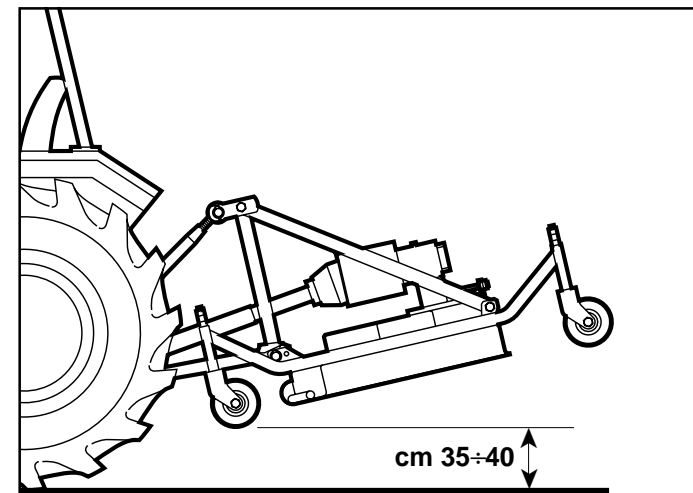

Fig. 20
- Avviare il trattore e sollevare il tosaerba, a circa 35÷40 cm dal suolo (Fig. 20), portandosi in posizione di lavoro.